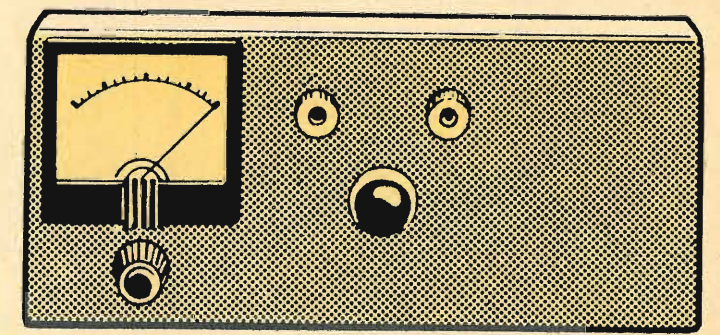

Fig. 4 - Così si presenta, nella sua veste esteriore, lo strumento di misura dei valori capacitivi dei condensatori elettrolitici.
**Fig. 4** - Nei due tipi di procedimento di taratura dei ricevitori radio, quello con oscillatore modulato e quello, empirico, ad orecchio, conviene sempre collegare sui terminali della bobina mobile dell'altoparlante un tester commutato nella posizione di misura « tensione alternata ». La massima uscita del segnale viene segnalata dallo strumento con il valore massimo di tensione alternata.